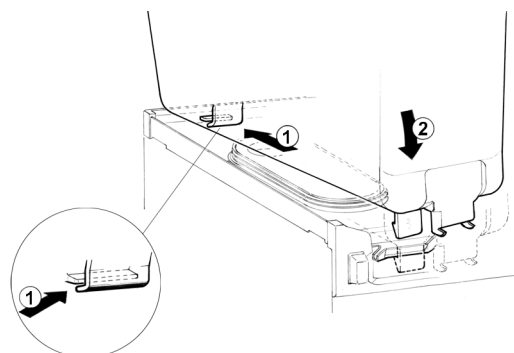

figure 8
- 5 Placer le réservoir sur l'appareil. Pour faciliter cette opération, mouiller avec de l'eau le joint du réservoir. Veuillez contrôler que le crochet sur le coté postérieur de la cuve est bien placé dans son siège sur l'égouttoir supérieur. (voir figure 8).